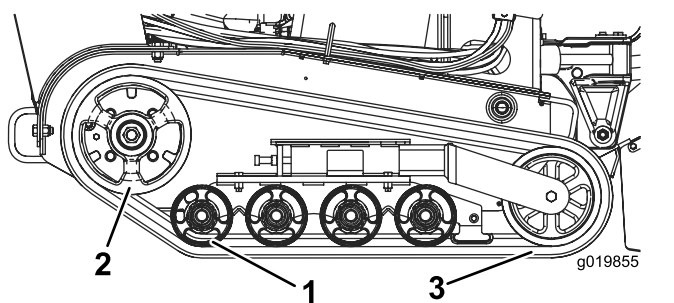

Figure 44
Important: Nettoyez soigneusement les galets de roulement et la roue d'entraînement (Figure 44). Les galets de roulement doivent tourner librement lorsqu'ils sont propres.
8. Pour installer une chenille neuve, commencez par l'enrouler autour de la roue d'entraînement, en vérifiant que les crampons s'engagent correctement entre les entretoises sur la couronne (Figure 44).
9. Poussez la chenille sous et entre les galets de roulement arrière et central (Figure 44).